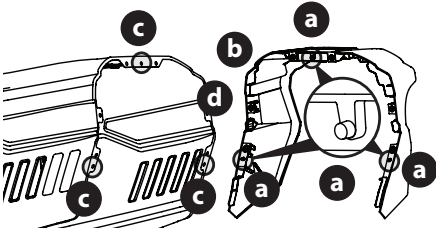

Figure 5
La bordure du capot (b) a trois (3) pattes d'alignement (a) qui doivent s'aligner avec les trous (c) sur le capot (Figure 5).